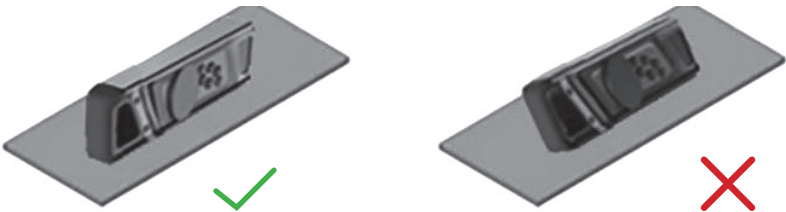

Рис. 1
- Нажмите кнопку (1), чтобы включить прибор. Нажмите и удерживайте кнопку (1) в течение 2 секунд, чтобы выключить прибор. Прибор выключается автоматически, если не используется в течение 10 минут.
- Для выполнения измерений поместите прибор на ровную поверхность (рис. 1).